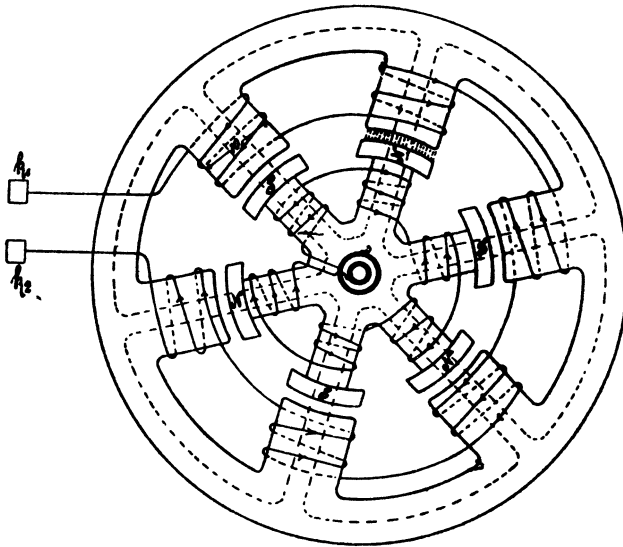

Fig. 85.
Querschnitt des Luftzwischenraumes ist angenähert ein Rechteck von 10 [12] (20) cm Länge und 15 [20] (25) cm Breite (Fig. 85).